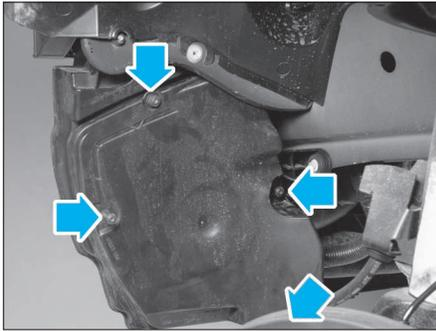

FIG. 23
- Déposer les 4 vis de fixation du cache se trouvant sur le boîtier résonateur d'admission d'air (Fig.23).